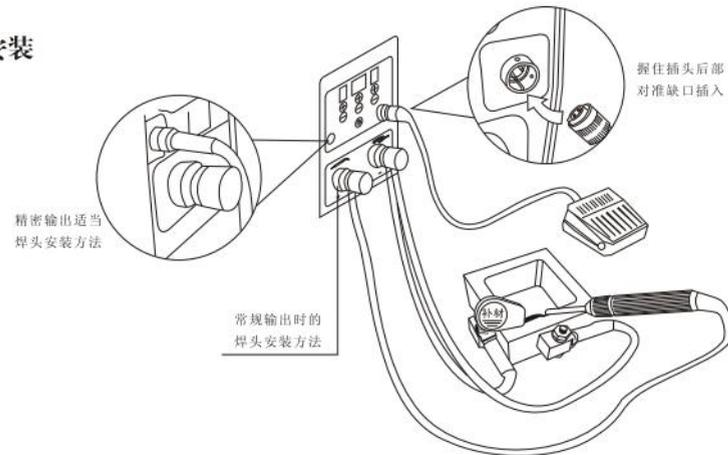

图3-前面板安装方法
10. 精密焊枪：如果感到常规焊枪和电缆太粗笨，影响对精密工件的修补，此时可以选择精密焊枪。只要旋入精密焊枪，机器就会自动降低输出功率，最大焊接厚度降为12，焊头直径选择限制在4以下，焊接脉率降为原来的四分之一。（精密焊枪使用图见第3页图3。）